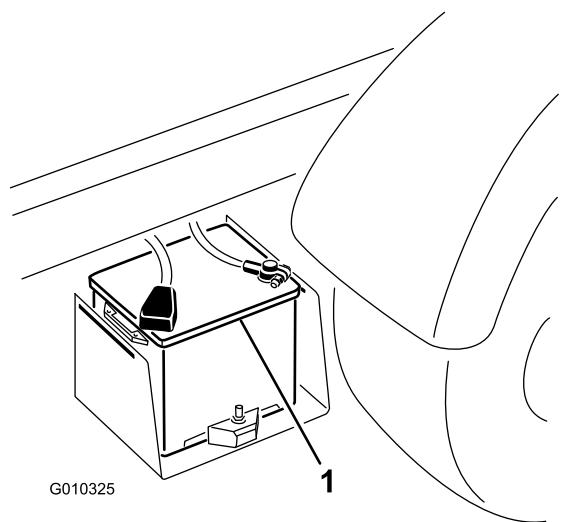

Figura 51
2. Ligue um cabo entre os pólos positivos das duas baterias (Figura 51).